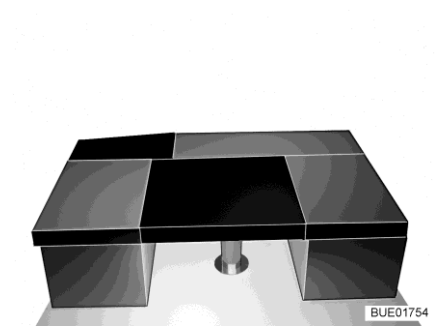

Fig. 163 Après la transformation
- Poser le coussin supplémentaire rectangulaire sur la table (entre les coussins d'assise des banquettes, voir Fig. 163).